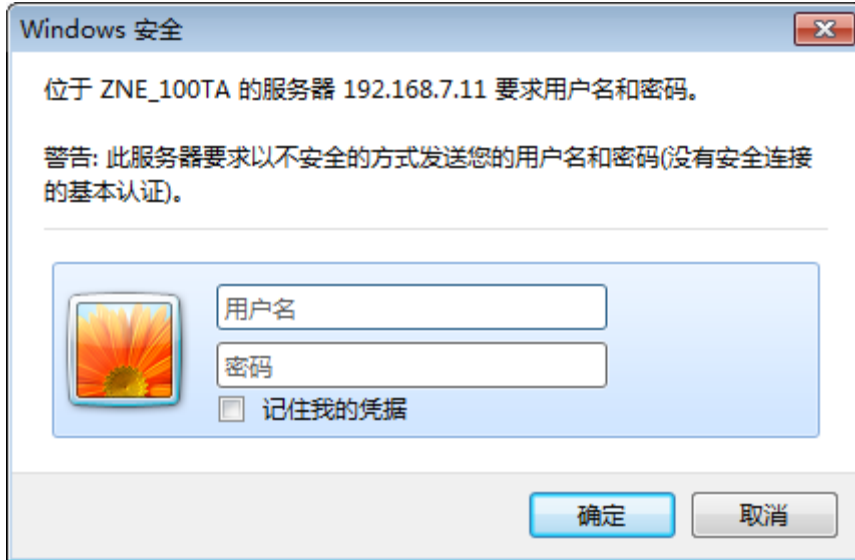

图 0.1 Web 配置登录界面
打开 IE 浏览器，在地址栏输入 ZNE-100TA 模块 IP 地址①，出现如图 0.1 所示的登录界面。